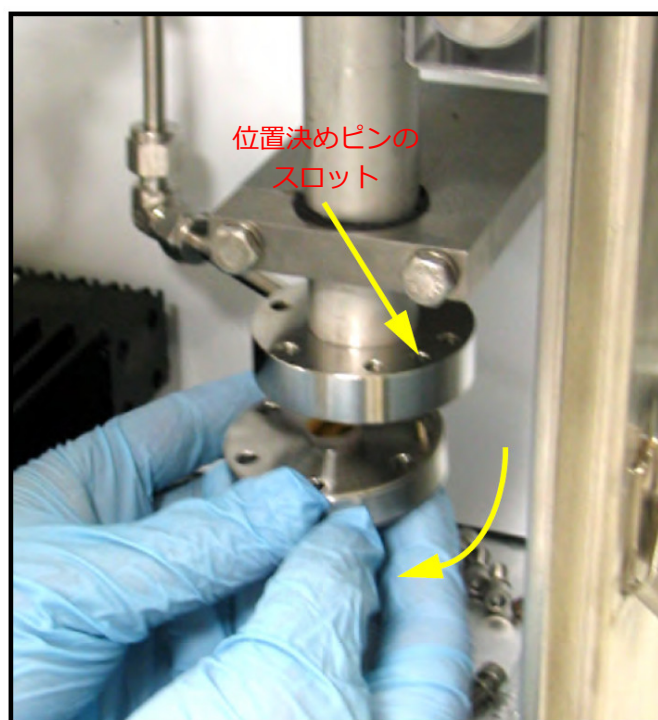

図84：鏡アセンブリの再組み立て
14. 鏡を測定セルに合わせるときは、2つを正しく接続するための「キー」に注意します。鏡の取り付けでは、1箇所だけで位置決めできます。鏡アセンブリを回転させ、位置決めピンを位置決めピンのスロットに合わせます（図84を参照）。